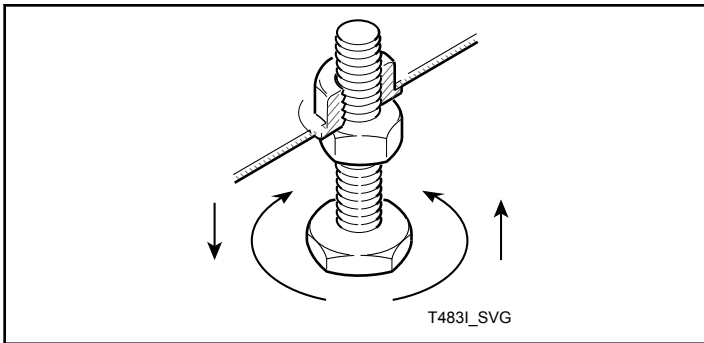

Figura 3
5. Coloque la secadora en su lugar permanente deslizándola. Ajuste las patas niveladoras hasta que la unidad esté nivelada, o bien, no más de 3,18 mm [0,125 plg] más alto en la parte frontal. Consulte la *Figura 3*. La secadora no debe oscilar. Bloquee las patas de nivelación con las tuercas instaladas con anterioridad.